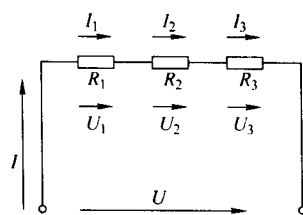

图 1-1-7 串联电路
1) 电阻的串联电路 两个或两个以上的电阻首尾依次连接所构成的无分支电路叫串联电路，如图 1-1-7 所示。